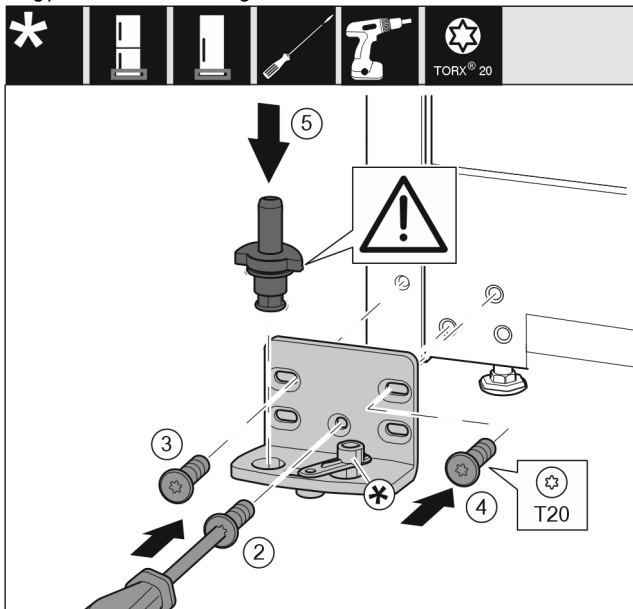

Fig. 15
- ▶ Helyezze fel a csapágybakot a másik oldalra, és húzza meg T20 csavarhúzóval. Alul közepén a 2 számmal jelölt csavarral kezdjen. Fig. 15 (2)
- ▶ Húzza meg a 3 és 4 számmal jelölt csavart. Fig. 15 (3,4)
- ▶ Helyezze be teljesen a csapszeget. Közben ügyeljen arra, hogy a bekattanó bütyök hátrafelé mutasson. Fig. 15 (5)